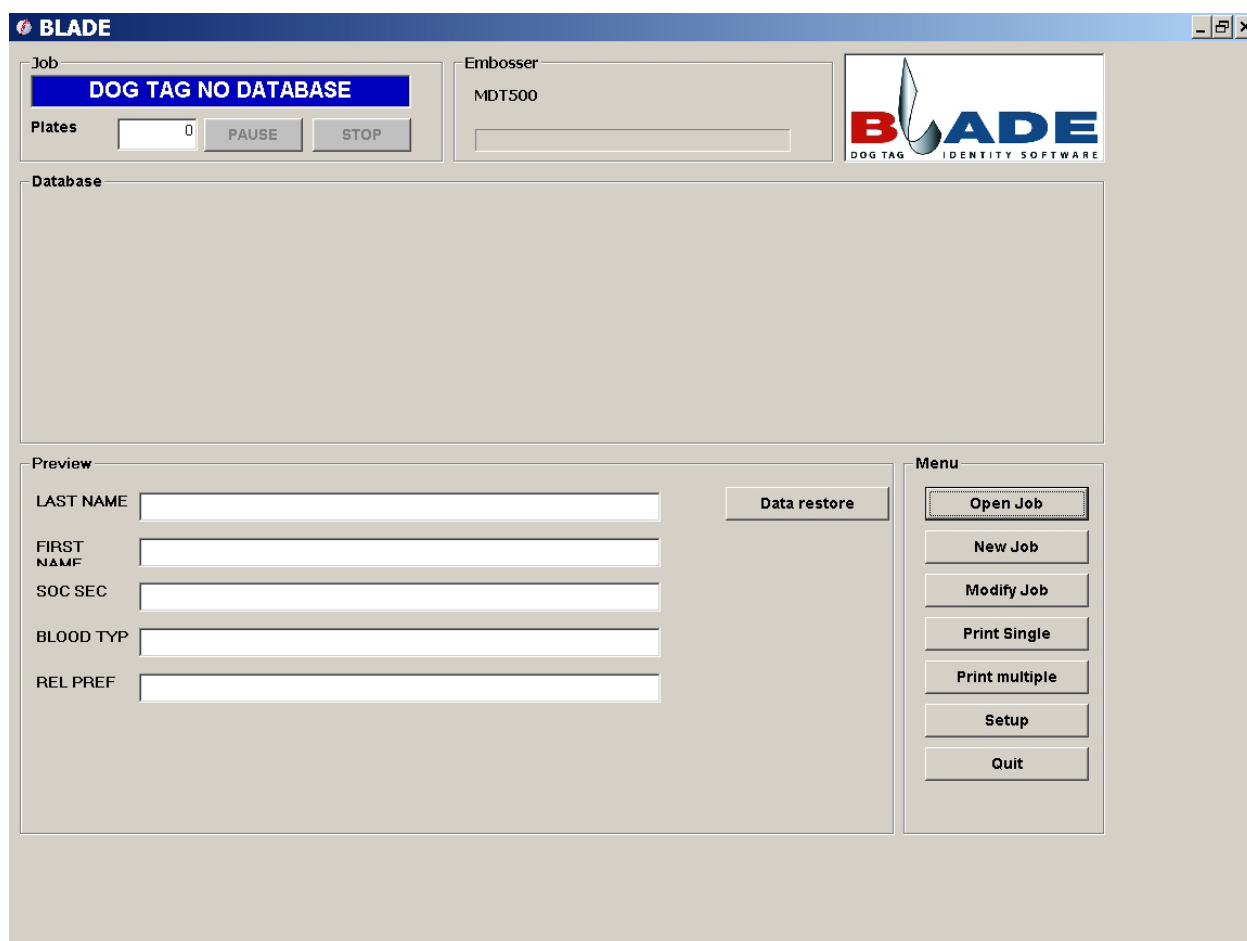
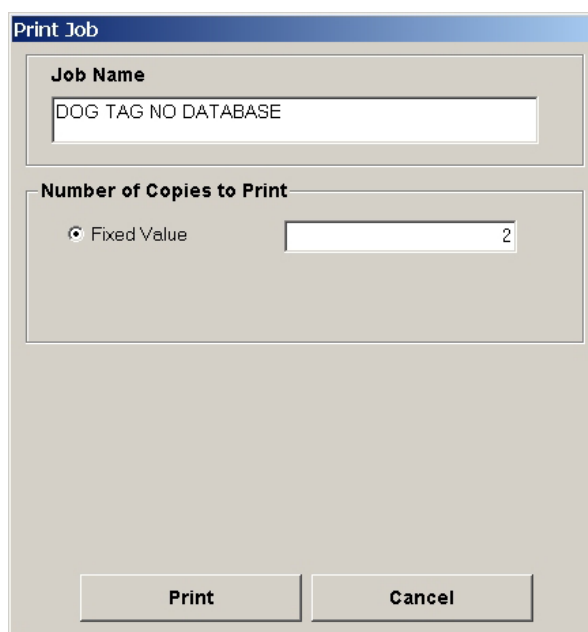

Fig. 18
Fig. 19
La finestra principale di BLADE (Fig. 18) ora visualizza, nella parte bassa della finestra, l'area "Preview" con le caselle dove deve essere introdotto il testo che verrà punzonato sulla targhetta.
- Premendo il pulsante **Print Multiple** (Fig. 18) si apre la finestra "Print Job" (Fig. 19). Impostare il parametro richiesto (Nr° di copie) all'interno della finestra "Print Job" quindi premere il pulsante **Print** per procedere alla stampa delle targhette.
The main BLADE video page (Fig. 18) now displays, in the lower part of the page, the "Preview" area with the boxes where the text that will be stamped on the plate must be inserted.
- When the **Print Multiple** pushbutton (Fig. 18) is pressed the "Print Job" video page (Fig. 19) opens. Set request parametr (Nr° copy) in the "Print Job" video page then press the Print pushbutton to print the plates.